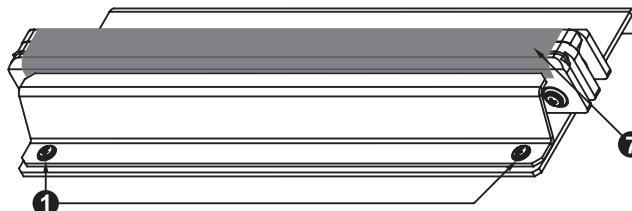

Рисунок 10
3. Открутить винты **1** нагревательного элемента (см. Рис. 10) и снять крышку нагревательного элемента;
6. Снять тефлоновую ленту **7** (см. Рис. 10), закрывающую проволоку и ленту нагревательного элемента;